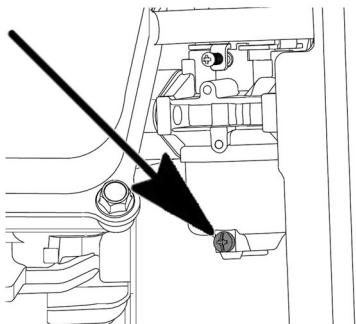

Рис. 27 Слив топлива с карбюратора PC5431F
2. Выкрутите болт сливного отверстия (Рис. 27) на 2-3 оборота и слейте топливо из поплавковой камеры карбюратора.